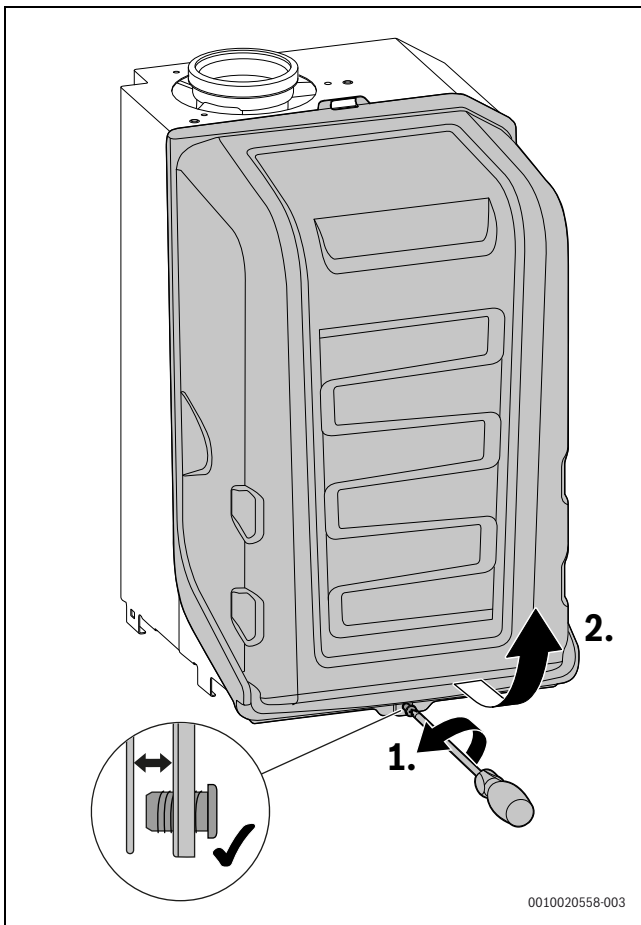

Fig. 103 Rimozione della cuffia del bruciatore
- ▶ Rimuovere la cuffia del bruciatore (→ fig. 103, pagina 62).